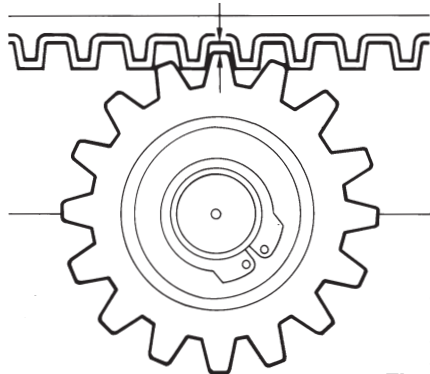
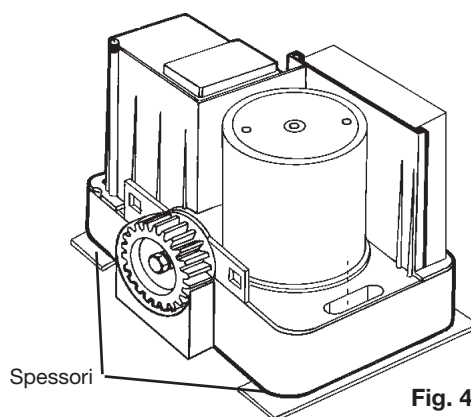

Fig. 4A
Fig. 4B
- 2 -Si deve garantire un gioco di 2mm. tra pignone e cremagliera su tutta la lunghezza del cancello (Fig. 4A). Per fare ciò posizionare gli spessori (in dotazione) come mostra la Fig. 4B e fissare il motoriduttore.
8. Riposizionare il gruppo del motoriduttore in modo che il pignone sia sormontato esattamente dalla cremagliera. Il risultato dovrà corrispondere esattamente con quello di Fig. 4A.